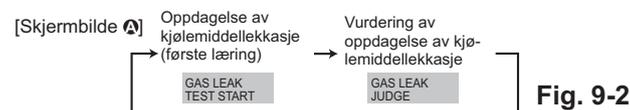

Fig. 9-2
- 2 Trykk på **CLOCK**-knappen og velg [GAS LEAK TEST START] (Fig. 9-2)